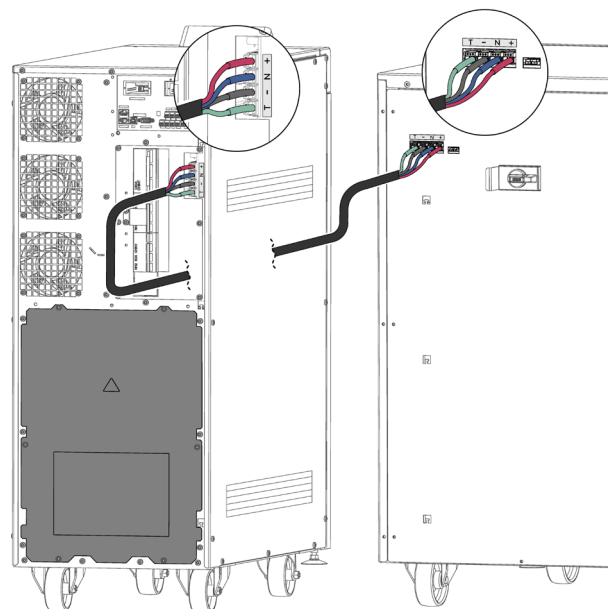
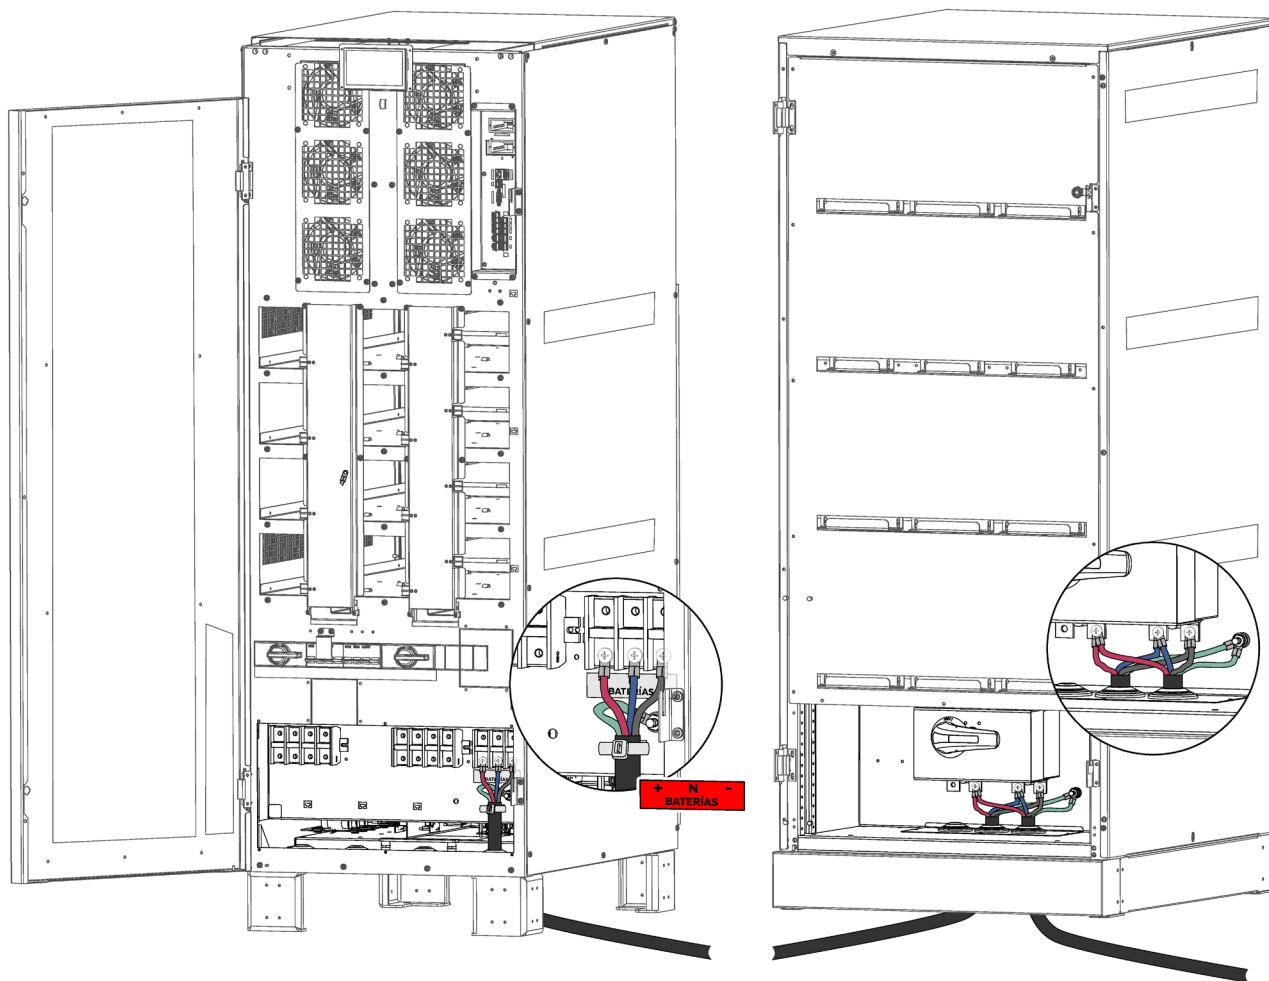

Fig. 47. Connexion entre l'onduleur et une armoire batterie pour équipements de 30-40 kVA.
Fig. 48. Connexion entre l'onduleur et une armoire de batteries pour équipements de 50 à 80 kVA.
- L'armoire de batteries est reliée à l'onduleur modèle B1 à l'aide du tuyau de câbles fourni, en connectant une extrémité aux terminaux de l'onduleur et l'autre aux terminaux du module de batteries, en respectant la polarité indiquée sur l'étiquette de chaque élément et dans ce mode d'emploi. La connexion doit respecter la couleur de câbles ; une couleur de positif de l'onduleur au positif de l'armoire de batteries ; une autre couleur de négatif de l'onduleur au négatif des batteries ; une couleur de neutre de l'onduleur à la prise moyenne de batteries (N). Utiliser un câble vert-jaune pour interconnecter les prises de terre, voir Fig. 47 et Fig. 48.
- Pour les autonomies étendues comprenant **plusieurs modules ou armoires de batteries**, la connexion sera toujours en parallèle entre eux et l'équipement (voir Fig. 48).